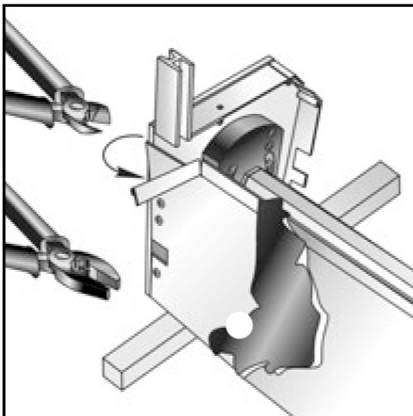

рис. 11
- 2.11. Вырезать отбортовку задней панели короба в местах прилегания направляющих шин (рис.11).